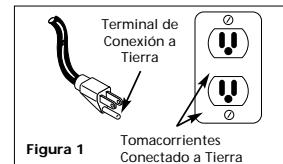

Figura 1
19. Para reducir el riesgo de choque eléctrico, la bomba se debe enchufar directamente en un tomacorriente para tres patillas debidamente instalado y conectado a tierra, como se muestra en la Figura 1. El conductor verde (o verde y amarillo) del cordón es el alambre a tierra. Para la protección contra el choque eléctrico, el motor debe estar conectado a tierra en forma segura y adecuada.